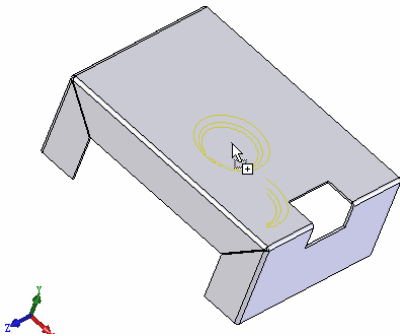

图 9-176 将成型工具拖入放置表面
② 在设计库中选择 embosses（凸起）工具中的“circular emboss”成型图标，按下鼠标左键，将其拖入钣金零件需要放置成型特征的表面，如图 9-176 所示。